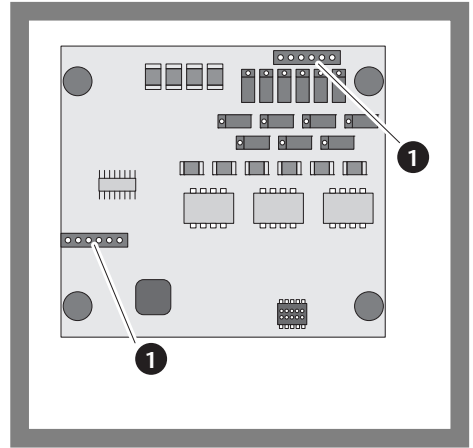
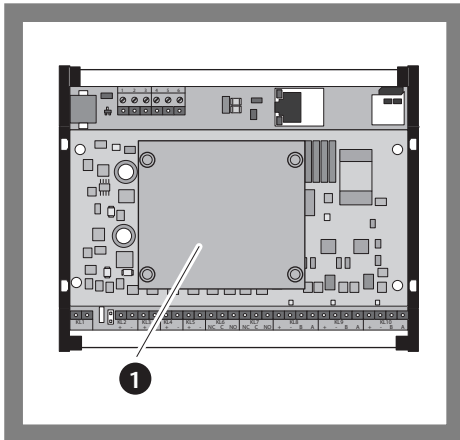

Abb. 4: SCALA Erweiterungsmodul auf SCALA Controller stecken
Abb. 5: Abdeckung am SCALA Controller anbringen
- 3 Stecken Sie vorsichtig das SCALA *Erweiterungsmodul* (Abb. 4) entsprechend den Verbindungssteckern (Abb. 4–❶) und Abstandshaltern auf den SCALA Controller. Die elektronischen Bauteile des SCALA *Erweiterungsmoduls* zeigen nach unten (Abb. 5–❶).